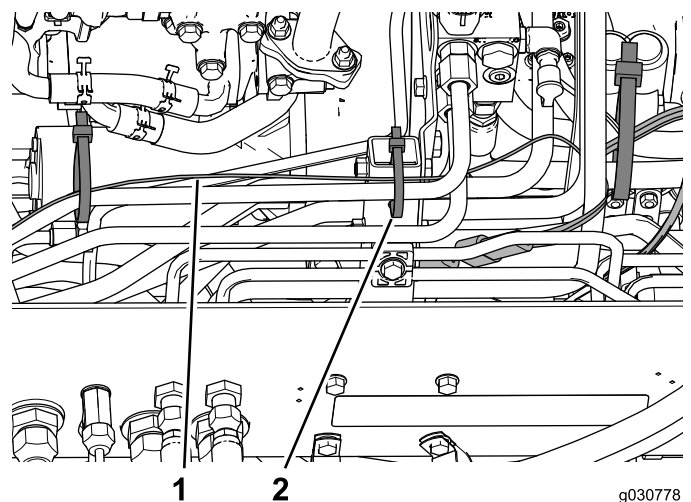
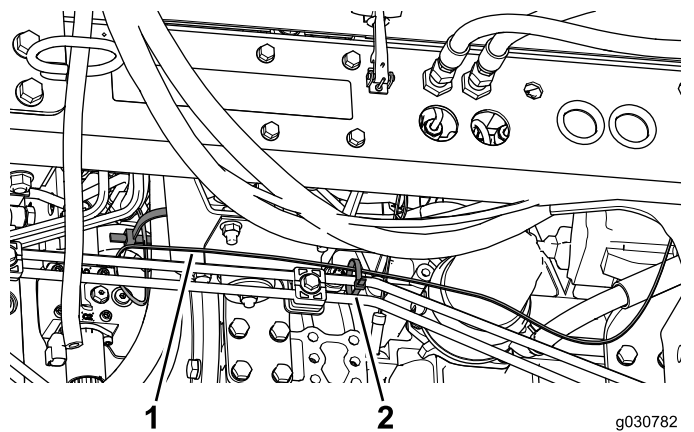

図 53
図 54
5. ケーブルタイを使用して、図 53および図 54に示すようにワイヤハーネスを油圧ホースと油圧ラインに固定する。